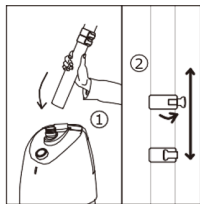

Рис. 2
2. Вставте нижню частину телескопічної стійки в основу, як показано на Рис. 2.